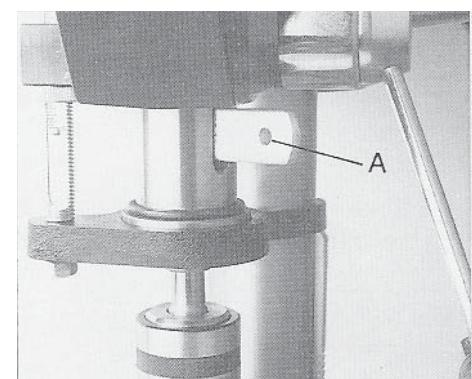

Рис. 2
- Вставте в шліц клин, що виштовхує (A, Рис. 2) і трохи вдарте по ньому молотком.